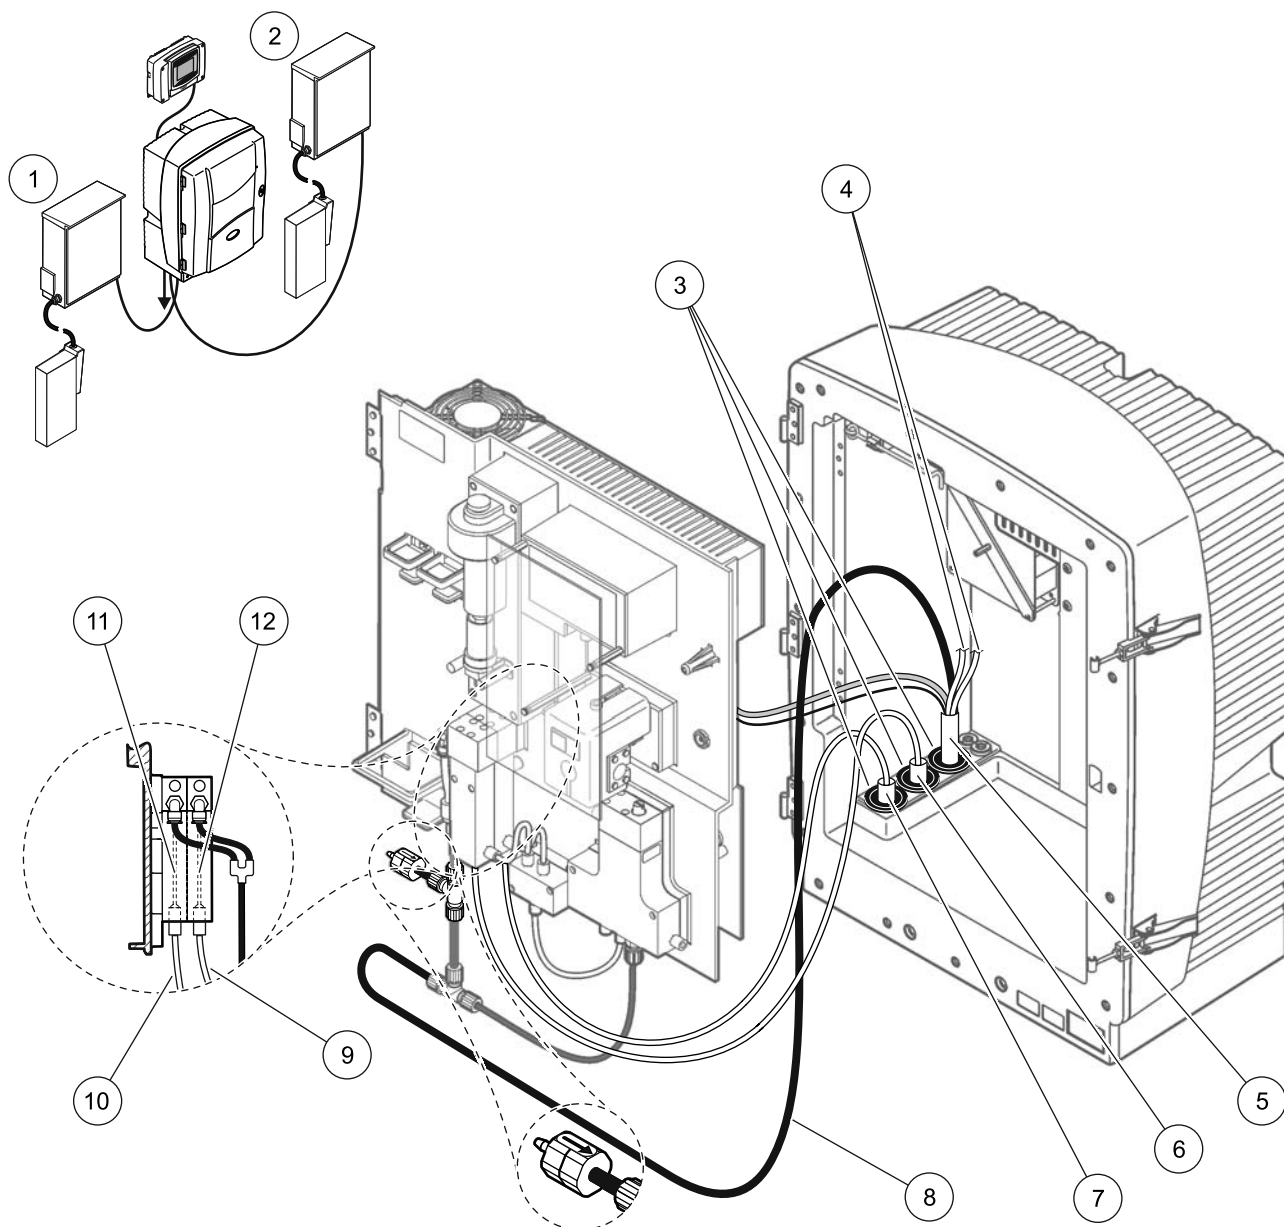

Рисунок 31 Монтаж версии 5
Для версии 5 смотрите Рисунок 31 и следующие инструкции:
2. Проведите шланг с подогревом от FILTRAX через отверстие в анализаторе (Рисунок 31, позиция 7). Для фиксации используйте уплотняющую заглушку #1.